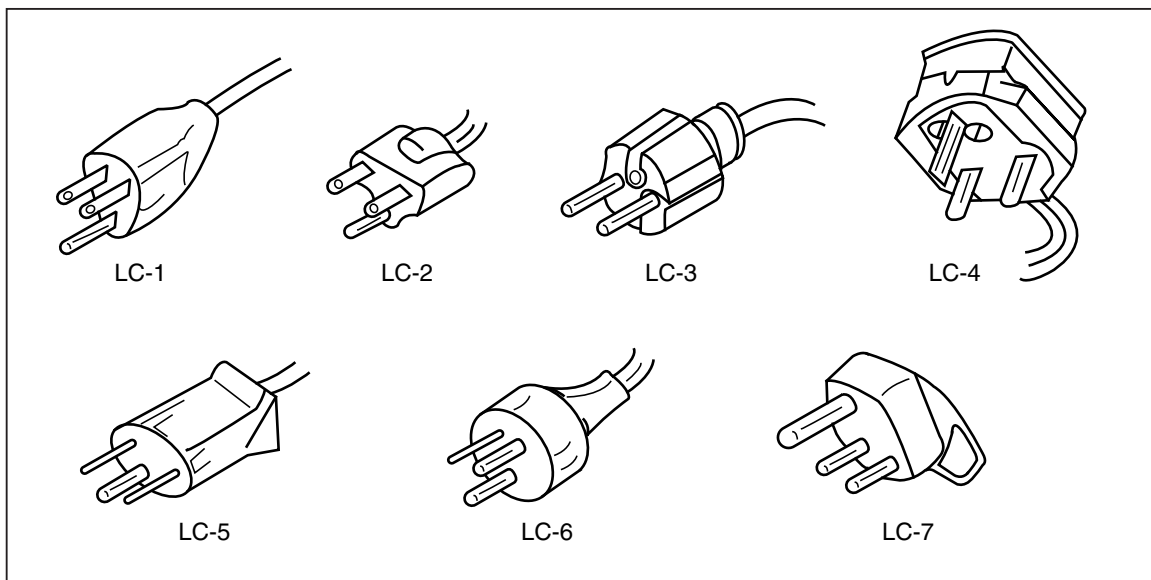

Abbildung 2-3. Von Fluke erhältliche Netzkabel
3. Das Netzkabel an eine vorschriftsgemäß geerdete dreipolige Steckdose anschließen. Für eine Liste der von Fluke erhältlichen Netzkabel siehe Abbildung 2-3. Für eine Beschreibung der Netzkabel siehe Tabelle 2-2.